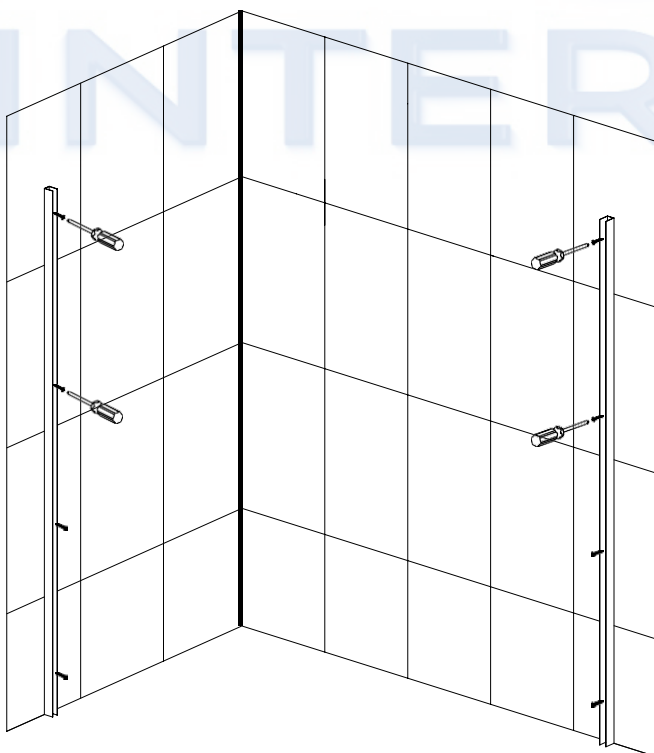

FIG. 3
- 3) Folosiți șuruburile M4 x 30(3) pentru a fixa profilele de conectare la perete (2). După cum se arată în Fig. 3.